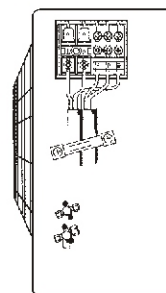

图 26
(3) 重新装上右盖板。(如图 26)
(4) 用电线压板将连接电缆用螺钉紧固(电线压板固定时，所示箭头必须向下)。(如图 26)
(5) 必须将黄/绿线接至带有“”标志的端子上。